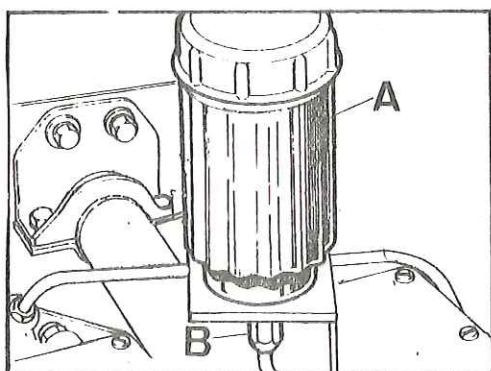

Fig. H-15 Tuberías de salida del depósito
- 1.2. Tomar las precauciones debidas para recoger el líquido que pueda verterse, y desconectar la tubería de salida, B (Fig. H-15) del freno en su unión al depósito. Soltar la tuerca y arandela de fijación del depósito, A, al soporte.